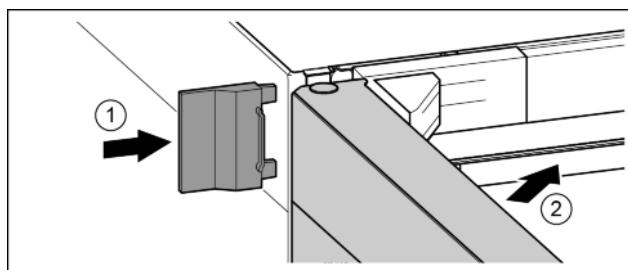

Fig. 25
- Montați capacul exterior. Fig. 25 (1)
- Închideți ușa superioară. Fig. 25 (2)